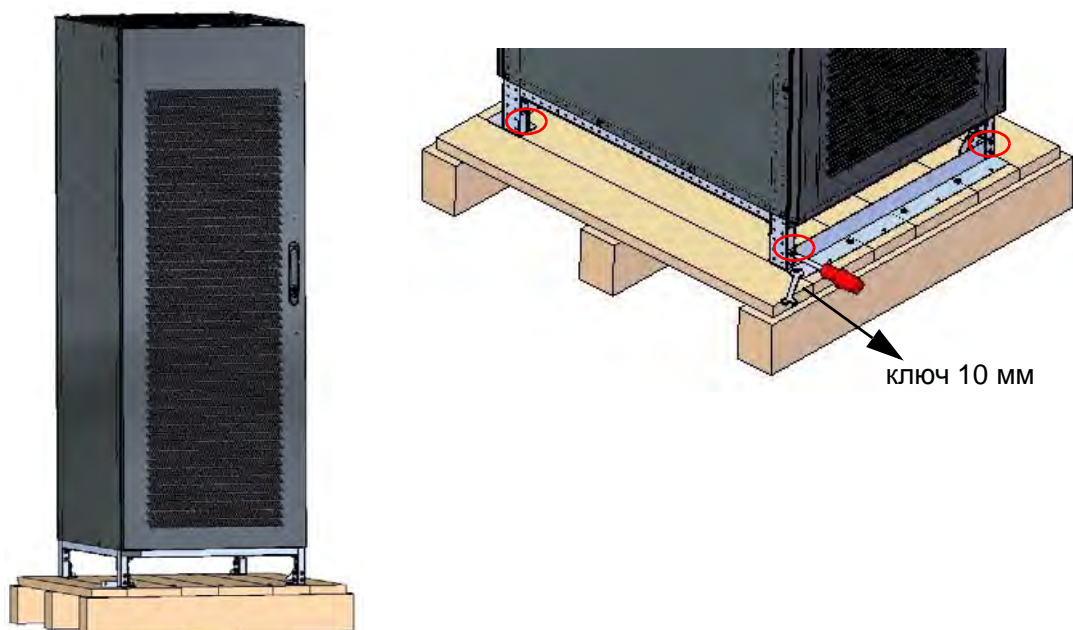

Рисунок 42 - РАСПАКОВКА - МОДУЛЬ
1) Снимите МОДУЛЬ с поддона, отвинтив специальные крепежные болты (см. Рис. 42 - на стр. 47).
- 1) Снимите МОДУЛЬ с поддона, отвинтив специальные крепежные болты (см. Рис. 42 - на стр. 47).